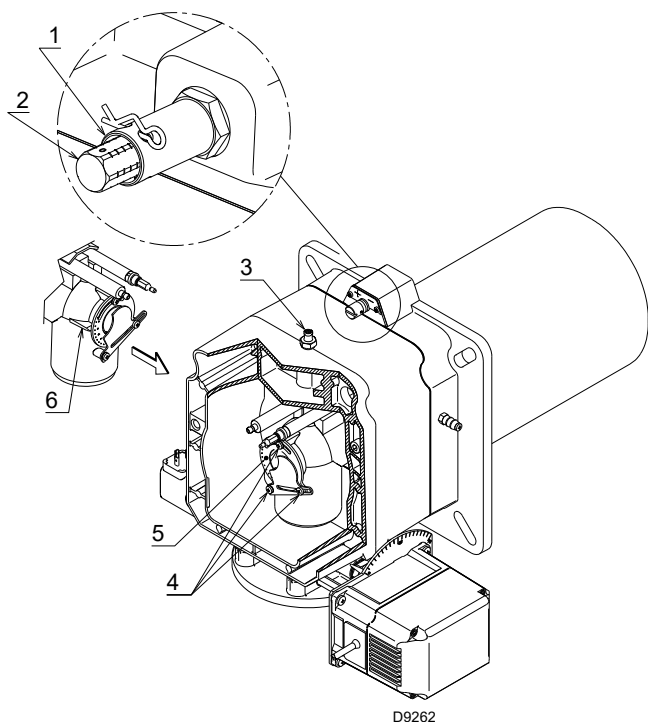

Abb. 18
- Drehen Sie die Schraube 2) (Abb. 18) bis die gefundene Kerbe mit der Vorderseite 1) des Flansches übereinstimmt.
Lösen Sie, um die Einstellung zu erleichtern, die Schraube 3) (Abb. 18), nehmen Sie die Einstellung vor und ziehen Sie sie dann wieder fest.